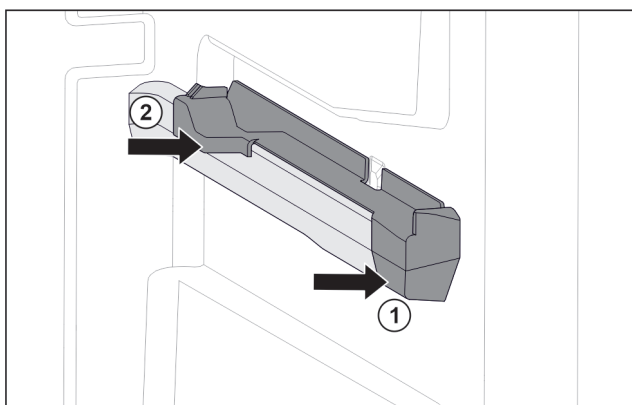

Fig. 109 Наставка върху дясното ребро на съда
- ▶ Поставете наставката отпред към реброто на съда. Fig. 109 (1)
- ▶ Притиснете наставката отзад. Fig. 109 (2)